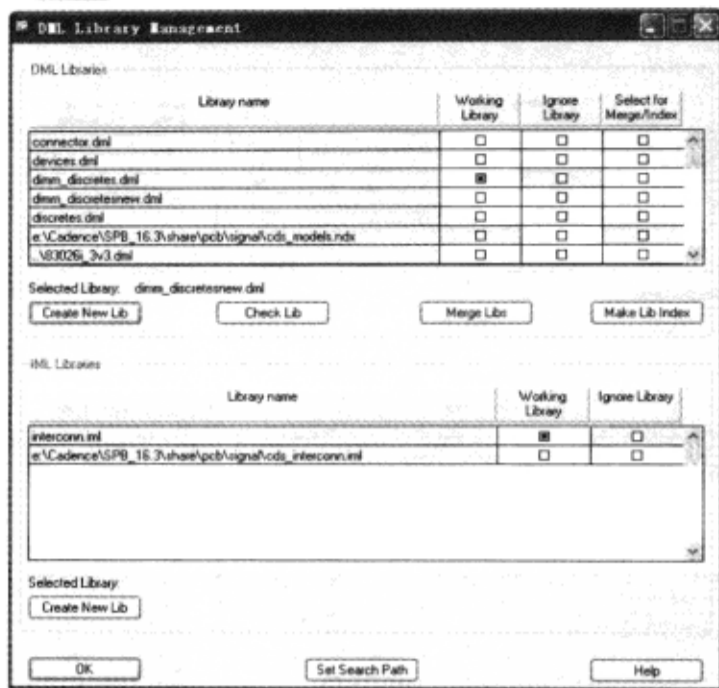

图 2-6-22 “DML Library Management” 窗口
(4) 输入“dimm\_discretesnew”到“文件名(N):”栏→单击“保存(S)”按钮保存。新的库文件被加到“DML Library Management”窗口上半部分的“DML Libraries”部分的库列表中，如图 2-6-22 所示。